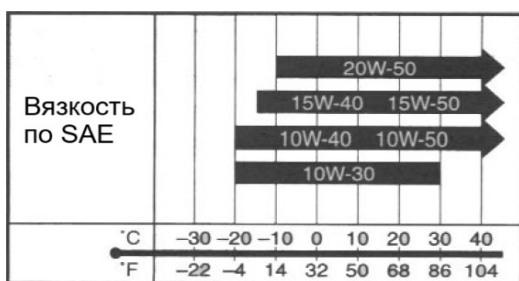

Рис. 21. Выбор вязкости
Плохое качество масла, слишком длительное использование или недостаточное количество масла и т. д. ускорят износ деталей двигателя, сократят срок его службы и даже могут вызвать перегрев двигателя, износ или пережигание сцепления, падение мощности, шум, горение масла и пр. [щуп] (рис. 21).
[Подбор] (Рис. 21)
- вязкость по SAE согласно диаграмме на рис. 21.